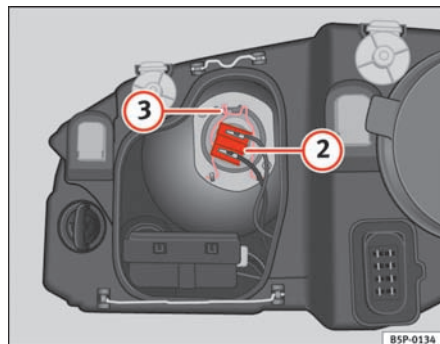

Fig. 158 Nærlys
- Træk stikket ⇒ fig. 158 ② af pæren.
- Tag fjederen ⇒ fig. 158 ③ af ved at trykke den ind og dreje mod højre.